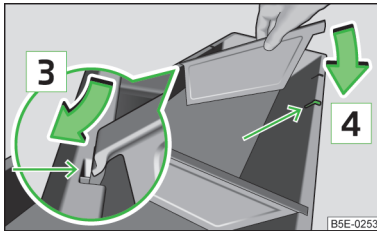

Abb. 94
- Die Rastnase der Quertragschiene in Pfeilrichtung unter die vordere Boxkante **3** » Abb. 94 einschieben.